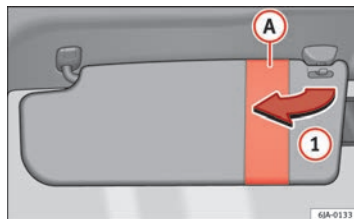
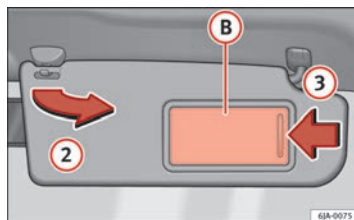

Fig. 64 Pala de sol do condutor
Fig. 65 Pala de sol do passageiro
As palas de sol do condutor e do passageiro podem ser desencaixadas dos seus suportes centrais e viradas para as portas no sentido da seta ① ⇒ Fig. 64 e ② ⇒ Fig. 65 respectivamente.
A pala de sol do passageiro vem fornecida com um espelho de cortesia ⑤ com tampa. A tampa abre-se deslizando-a no sentido da seta ③ ⇒ Fig. 65.